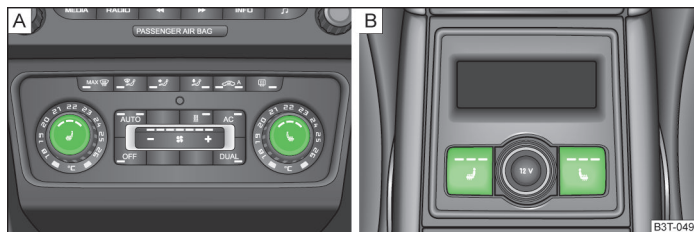

Fig. 57 Încălzirea: Scaunele din față / din spate
- Apăsați suprafața regulatorului în zona simbolului [🔥], respectiv [🔥] » fig. 57 - [A].
- Apăsați tasta simbol [🔥], respectiv [🔥] » fig. 57 - [B].